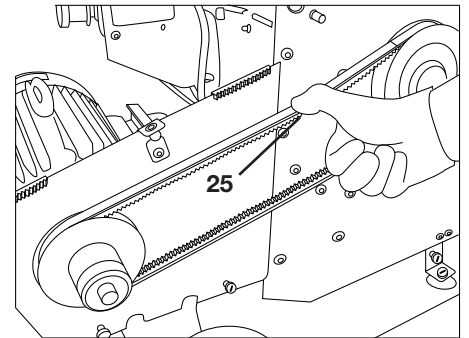

Bild 23
Der Keilriemen ist richtig gespannt, wenn Sie mit dem Daumen den Keilriemen (25) ca. 10 mm durchdrücken können (siehe „Bild 23“).
Spannen Sie den Keilriemen (25) so weit, bis Sie mit dem Daumen den Keilriemen ca. 10 mm durchdrücken können (siehe „Bild 23“).